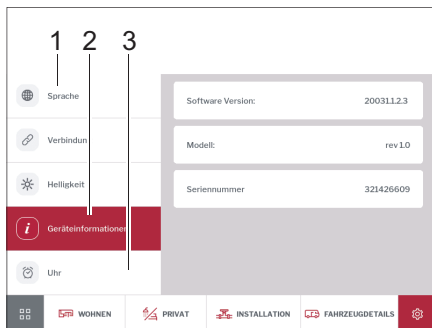

Fig. 292 Langue, Informations sur l'appareil, Heure
- Appuyer sur la touche *Langue* (Fig. 292,1) et régler la langue de l'écran souhaitée.
- Appuyer sur la touche *Heure* (Fig. 292,3) et régler l'heure de l'écran souhaitée.
- Appuyer sur la touche *Informations sur l'appareil* (Fig. 292,2). Des informations sur l'appareil (version du logiciel, modèle et numéro de série) s'affichent.